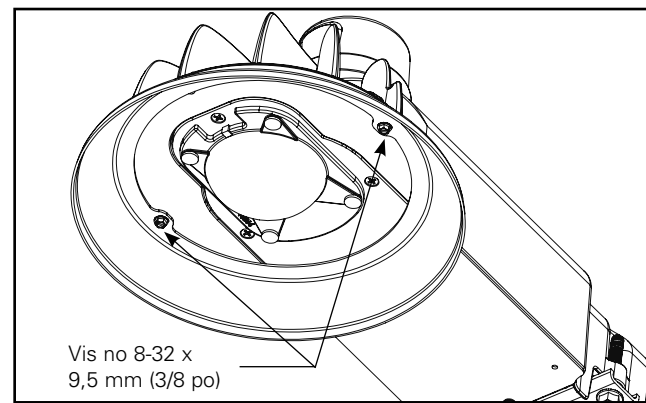

Figure 11.
1. Insérez les vis autotaraudeuses à formage de filet 8-32 x 12,7 mm (1/2 po) dans les orifices de montage. Serrez à un couple de 1,3 à 1,6 Nm (12 à 14 po-lb). (Figure 11.)